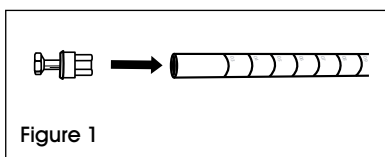

Figure 1
1. Assurez-vous que le montant est positionné comme illustré. (Voir Figure 1)